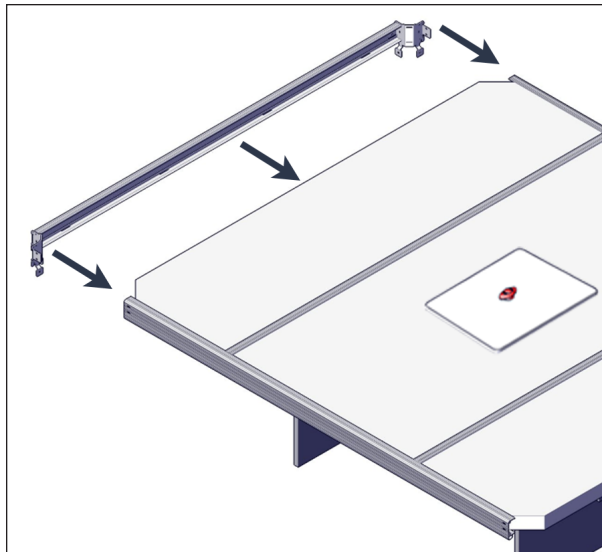

FIGURE 29: INSTALLATION DES SUPPORTS DE COIN ET DU PROFILÉ EN C
9. À une extrémité du couvercle, installer un assemblage de supports de coin et profilé en C, voir Figure 29. Il est recommandé de glisser le dessus du profilé en C avant de glisser la base avec un mouvement de rotation.